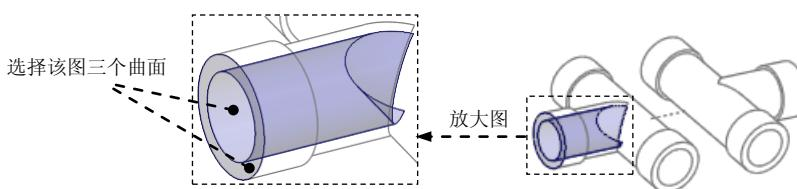

图 15.18 选取复制曲面
(1) 按住 Ctrl 键选取图 15.18 所示的三个曲面。
(2) 单击 **模具** 功能选项卡 **操作** ▾ 区域中的“复制”按钮 。
(3) 单击 **模具** 功能选项卡 **操作** ▾ 区域中的“粘贴”按钮 ，系统弹出“曲面：复制”操控板。
(4) 在系统弹出的“曲面：复制”操控板中单击 按钮。